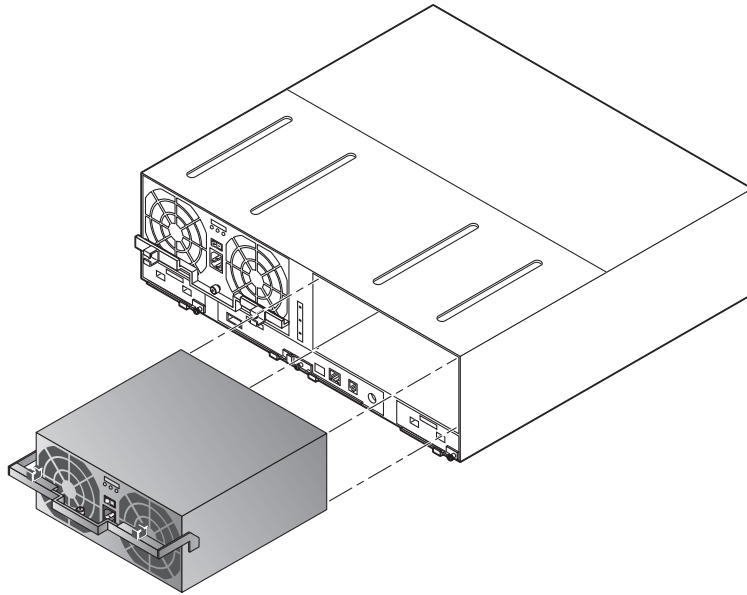

FIGURE 6-10 Retrait de l'UAR
- 5. Dégagez l'UAR de son connecteur en tirant sur la poignée (FIGURE 6-10). Retirez l'UAR de la baie en tirant dessus.**